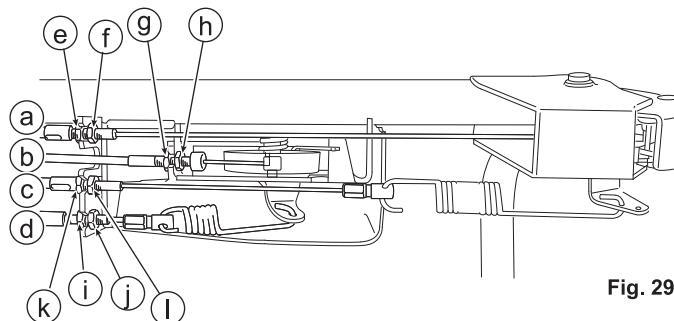

Fig. 29
8.6.3 Leva della frizione (fare riferimento alle figure 29 e 32)
(fare riferimento alle figure 29 e 30)
8.6.2 Leva della lama (fare riferimento alle figure 29 e 31)
8.6.4 Leva del cambio (fare riferimento alle figure 29 e 33)